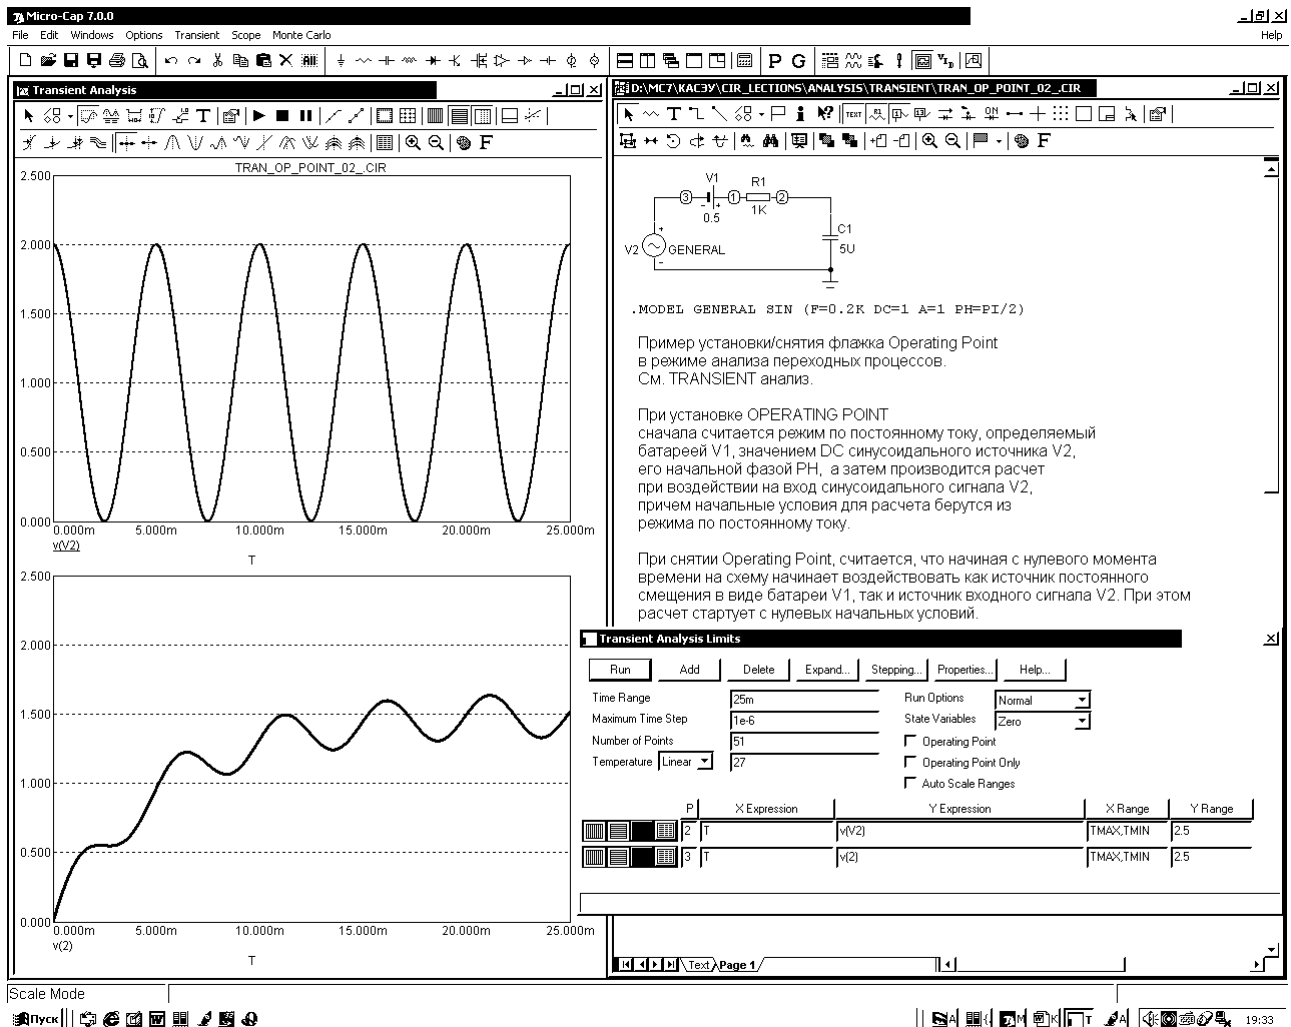
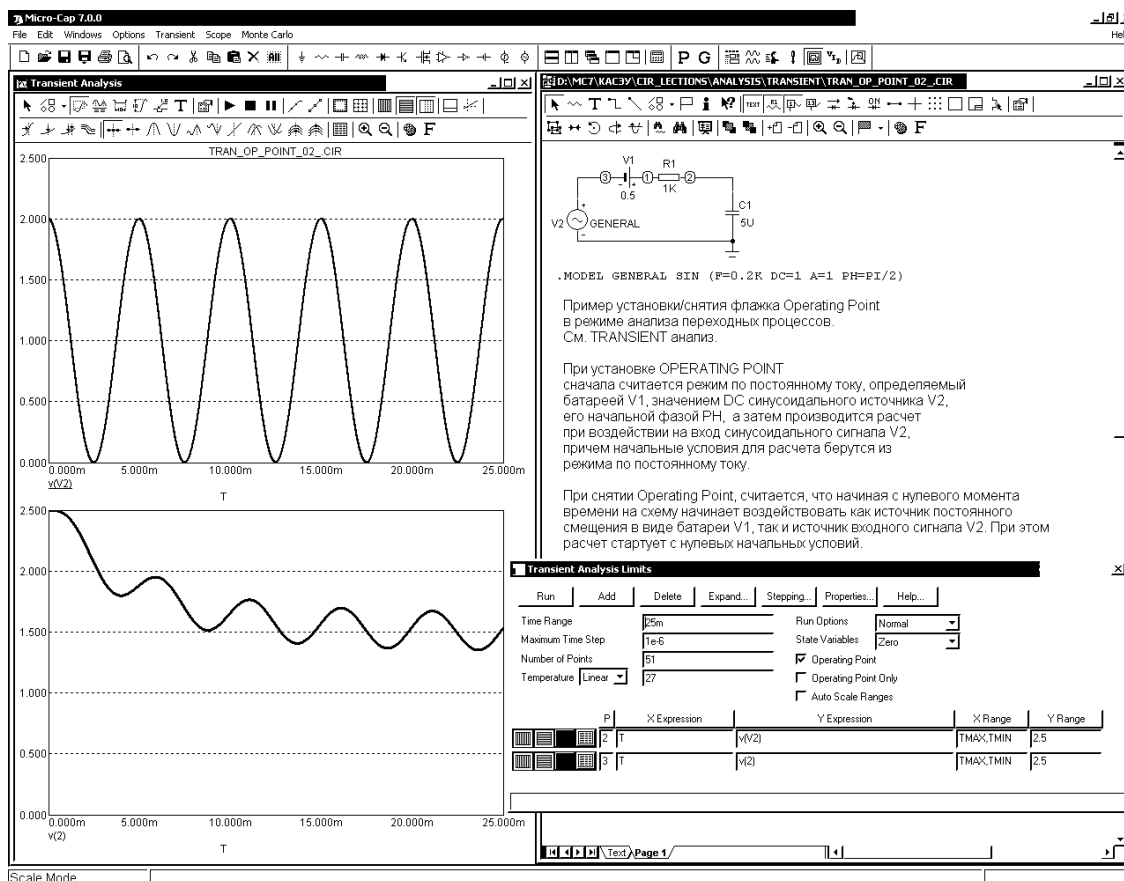

Рис. 4.10. Задание параметров расчета переходных процессов
Рис. 4.13. Иллюстрация установки опции Operating Point
В окне задания параметров расчета переходных процессов, показанном на рис. 4.10, имеются следующие разделы.
**Operation Point** — выполнение расчета режима по постоянному току перед началом каждого расчета переходных процессов. Данные этого режима заменяют значения всех начальных условий, если они были установлены (см. рис. 4.13 и сравните результаты анализа здесь и на рис. 4.10, где опция Operation Point не была установлена);